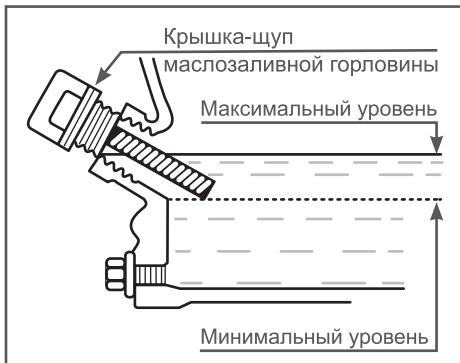

Рис. 7 Проверка уровня масла в картере
Максимальный уровень масла в картере соответствует нижней кромке заливного отверстия (Рис. 7).
- Аккуратно извлеките щуп и осмотрите его. Уровень масла должен соответствовать верхней отметке на щупе. При недостаточном уровне масла в картере необходимо долить чистое масло до верхней отметки на щупе, что соответствует нижней кромке заливного отверстия (Рис. 7).